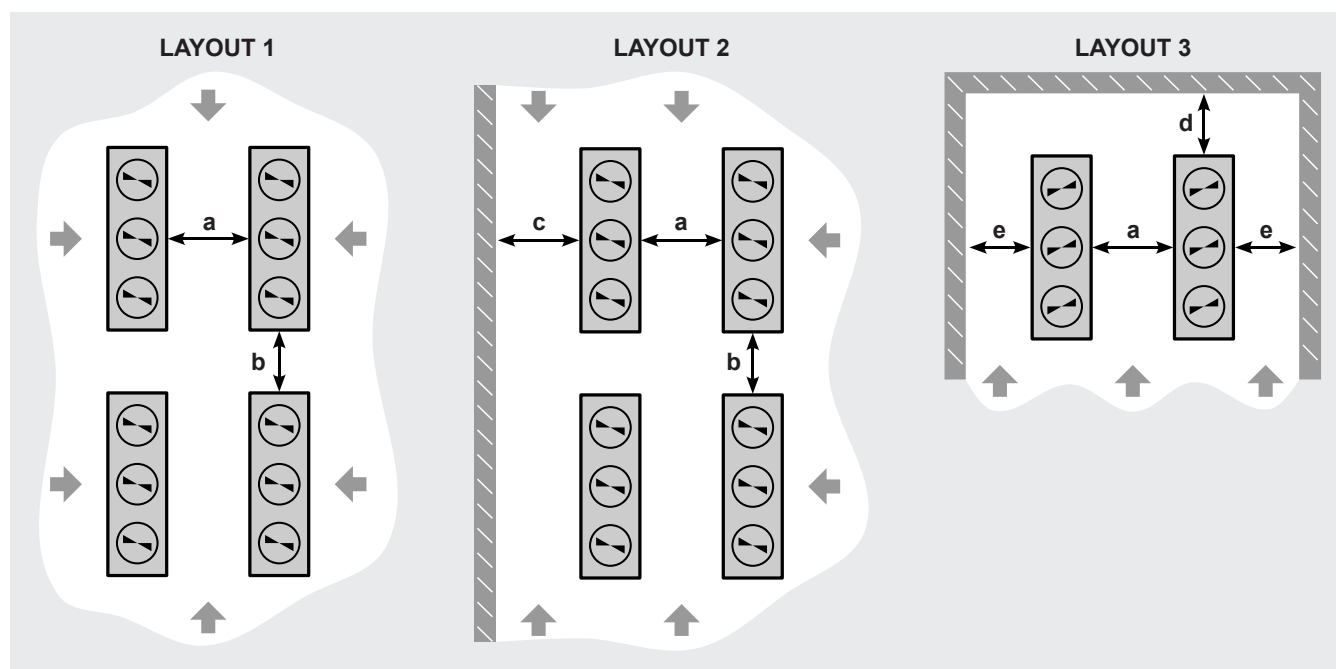
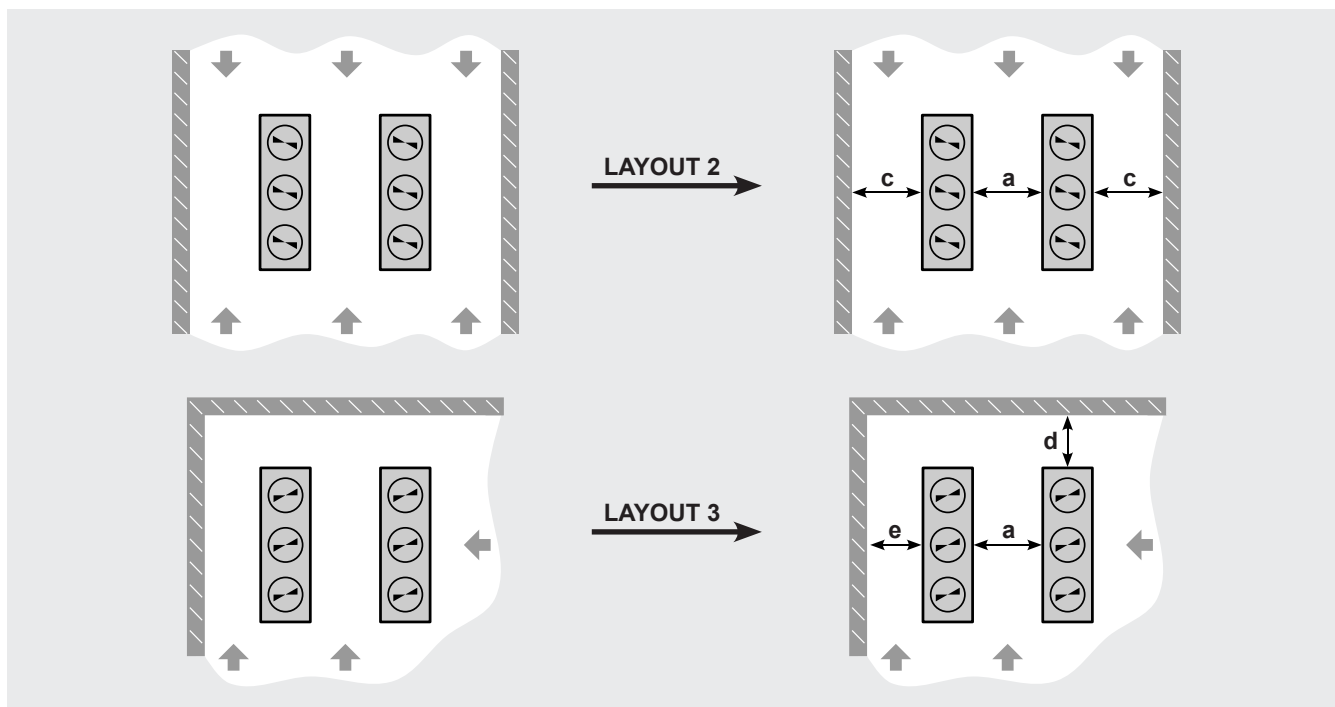

Figure 8
Figure 9
- 5.2 Modine a identifié un certain nombre de configurations d'installation significatives (Layout) pour lesquelles des dégagements minimaux ont été définis. Voir la Figure 8.
- 5.8 Les conditions réelles d'installation sont multiples et il n'est pas possible d'en dresser une liste exhaustive. Les conditions d'installation réelles doivent par conséquent être déterminées en fonction des schémas (Layout) de la Figure 8 ou d'une combinaison de ceux-ci. Les valeurs tabulées les plus élevées doivent toujours être prises en compte pour les dégagements. La Figure 9 n'est donnée qu'à titre d'exemple et n'est pas exhaustive.
5.11 Le Tableau 2 indique, en référence à la Figure 8, les dégagements minimaux recommandés pour les modèles de type V, les condenseurs, les refroidisseurs de gaz (gas cooler) et les refroidisseurs secs (dry cooler), ainsi que pour les modèles adiabatiques de la série Eco-Batic® - AV, dans le cas d'une installation au sol, avec une élévation nulle ( $Z = 0$ ).
5.12 En ce qui concerne les V-Types, les condenseurs, les refroidisseurs à gaz et les refroidisseurs secs, la distance minimale recommandée "a" entre les modèles (voir la Figure 8) peut être réduite en élevant les modèles au-dessus du sol. La structure de soutien doit être telle que l'air puisse passer avec une perte de charge négligeable.
5.13 En ce qui concerne les V-Types, les condenseurs, les refroidisseurs à gaz (gas cooler) et les refroidisseurs à sec (dry cooler), la valeur de la distance "a" entre modèles (voir la Figure 8) en fonction de la hauteur de dévers Z dans le cas de la disposition (Layout) 1, de la disposition (Layout) 2 et de la disposition (layout) 3 est indiquée dans le Tableau 3, le Tableau 4 et le Tableau 5, respectivement.
5.14 Le dévers n'affecte pas les autres distances dans les Layout 1, 2 et 3 ("b", "c", "d", "e" - voir la Figure 8): les valeurs du Tableau 2 restent valables même pour Z > 0.